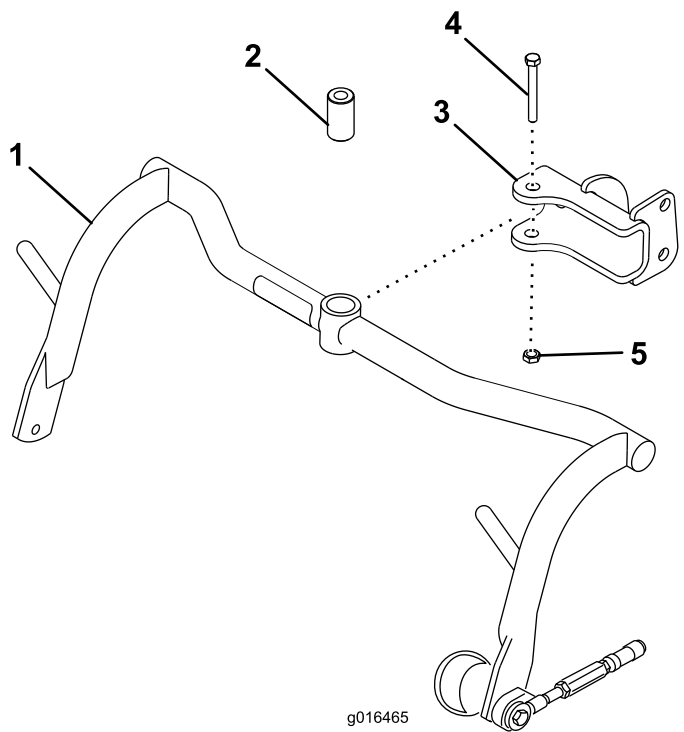

图8
1. 用隔片、螺栓（ $\frac{1}{2}$  x  $3\frac{1}{4}$  英寸）和锁紧螺母（ $\frac{1}{2}$  英寸）将承载架组件安装到各个 U 形销上；请参阅图8。上紧扭矩至  $91\sim 113\text{N}\cdot\text{m}$ 。